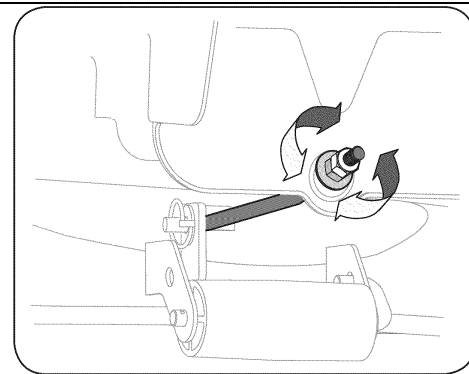

Рис. 28
3. Ослабьте, но не откручивайте шестигранный болт на левом кронштейне деки. См. Рис. 28.
4. Воспользуйтесь ключом, чтобы поднять или опустить переднюю часть деки вращая регулировочную шестерню. См. Рис. 28.